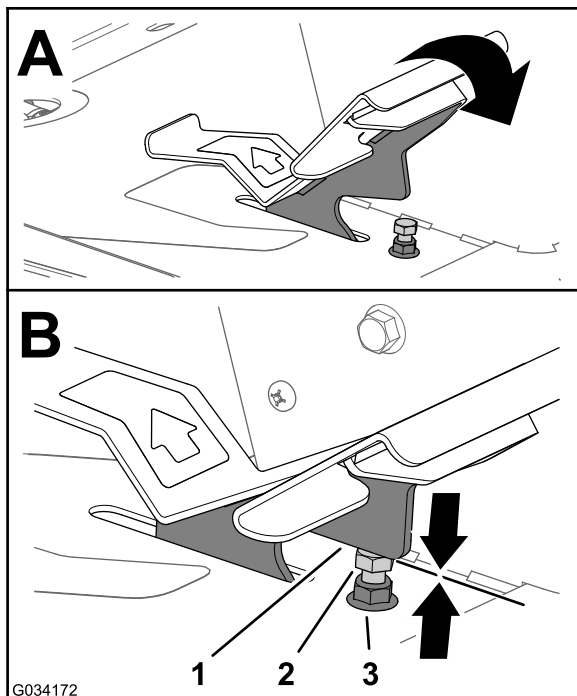
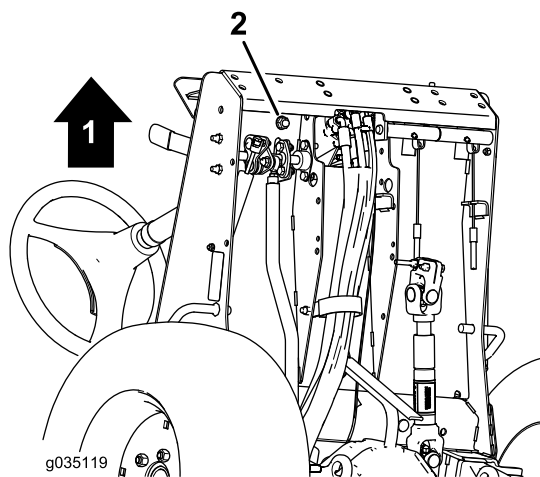

Bild 75
Bild 76
1. Drücken Sie das Fahrpedal ganz durch (**Bild 75**).
- A. Halten Sie den Fahrpedalanschlag (**Bild 75**) mit einem Schraubenschlüssel fest.
- B. Lösen Sie die Klemmmutter an der Unterseite der Fußplattform-Platte (**Bild 76**).
- C. Bewegen Sie das Fahrpedal in die Vollgas-Stellung (**Bild 75**).
- D. Den Fahrpedalanschlag festhalten, die Klemmmutter oberhalb der Fußplattform-Platte (**Bild 75**) einstellen, bis das Fahrpedal den Anschlag berührt.
- F. Halten Sie den Fahrpedalanschlag fest und ziehen Sie die Klemmmutter an der Unterseite der Fußplattform-Platte (**Bild 75** und **Bild 76**) auf 37-45 Nm an.